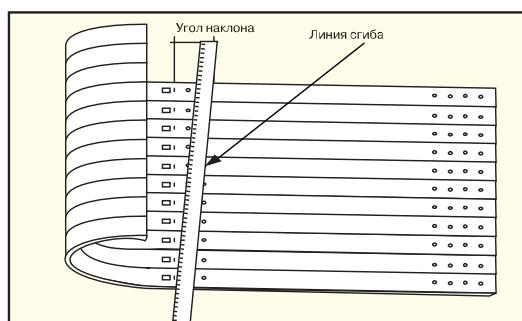

Рис. 28
- сделать разметку с помощью карандаша и линейки. На первом крюке делают метку на расстоянии не менее 10 мм; на последнем кронштейне – в зависимости от выбранного уклона (10 мм + перепад к воронке) – см. рис. 28;